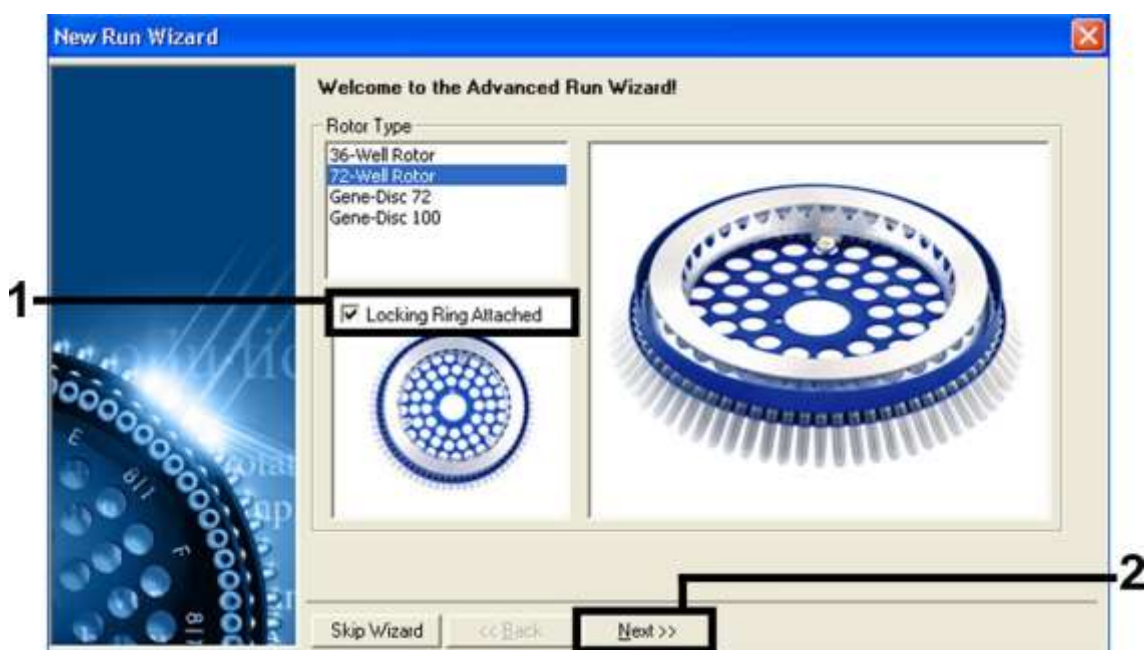

Figura 3. La ventana de menú “New Run Wizard”.
- Primero, abra la ventana del asistente “New Run Wizard” (Figura 3. La ventana de menú “New Run Wizard”.3). Compruebe la ventana “Locking Ring Attached” y haga clic en “Next”.